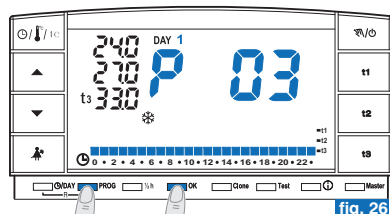

fig. 26
- avec la touche **PROG**, sélectionner le programme hebdomadaire désiré et confirmer en appuyant sur la touche **OK** (exemple en figure 26).